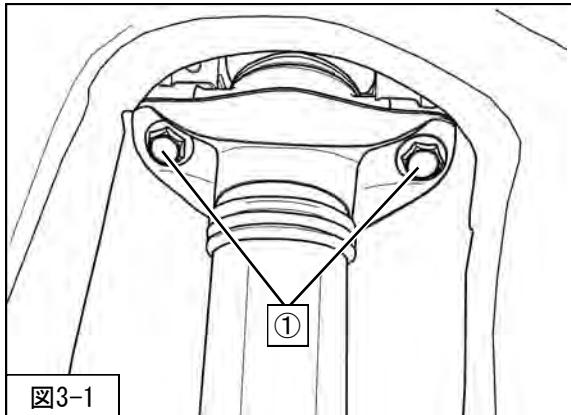

図3-1
3. ①リアショックアブソーバASSYアッパー取付ボルトを取り外してください。（図3-1）
4. ②リアショックアブソーバASSYロア取付ナット
③ワッシャ
④アッパーアーム取付ボルト・ナット